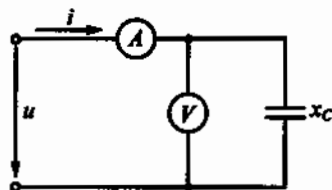

Рис. 94
3.48. Напряжение на зажимах цепи, показанной на рис. 94, $u = 100 \sin 314t$. Каковы показания амперметра и вольтметра, если $x_C = 100 \text{ Ом}$?